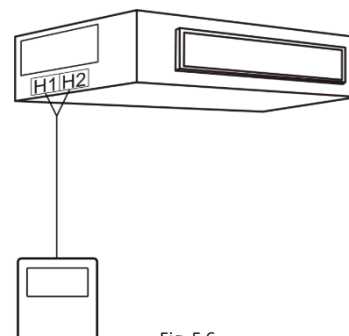

Fig. 5.6
- 1) A Fig. 5.6 mostra a instalação do comando com fios.